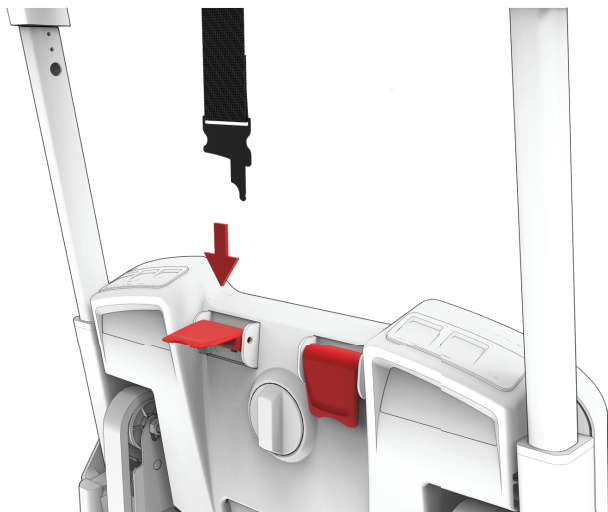
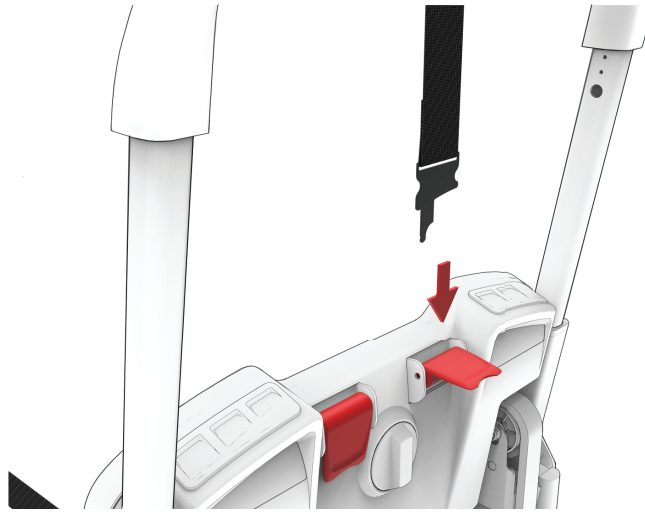

Рисунок 23 – Плечевой ремень, расположенный слева
Рисунок 24 – Плечевой ремень, расположенный справа
5. Оберните правый плечевой ремень пациента вокруг спинки кресла, пропустив его под поручнем (Рисунок 23 и Рисунок 24). Поднимите расположенный справа паз СФП, затем пропустите защелку плечевого ремня через паз СФП и потяните.